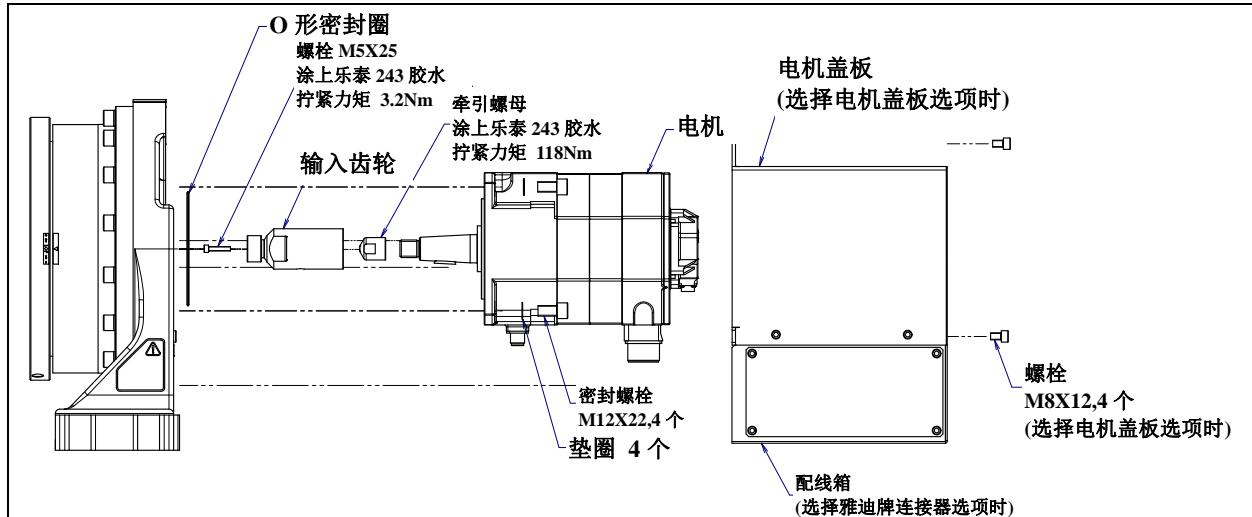

图 6.1 (d) 电机的更换 (1000kg/1500kg 可搬运(小型))
- 6 在新的电机上换装上输入齿轮，然后按照相反的步骤进行装配。此时，把O形密封圈换成新的，然后把其装到规定位置。有关拧紧力矩和乐泰胶水的涂上，按照图6.1 (d)。